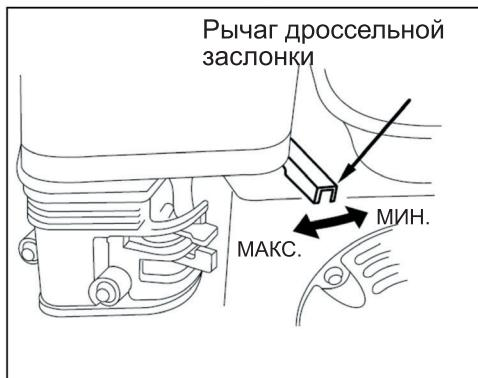

Рис. 23
4. Установить рычаг управления дроссельной заслонкой в среднее положение (рис. 23).